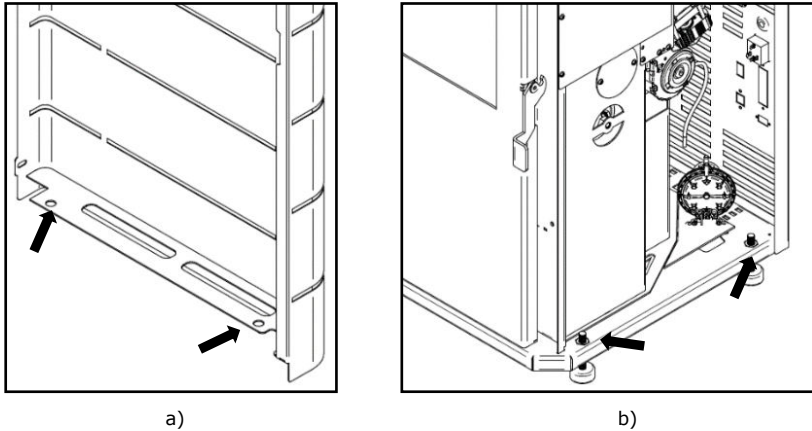

Figura 20 - Encaixe lateral inferior das envoltentes
b) Encaixar os furos inferiores das envoltentes laterais (Figura 20-a) nos guias que se encontram no fundo da máquina (Figura 20-b).